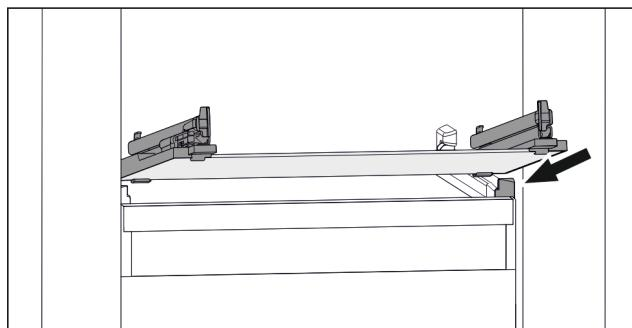

Fig. 60 Примерное отображение стеклянной пластины
- Наклоняя вниз, установите стеклянную пластину за стопоры. (см. Fig. 60)